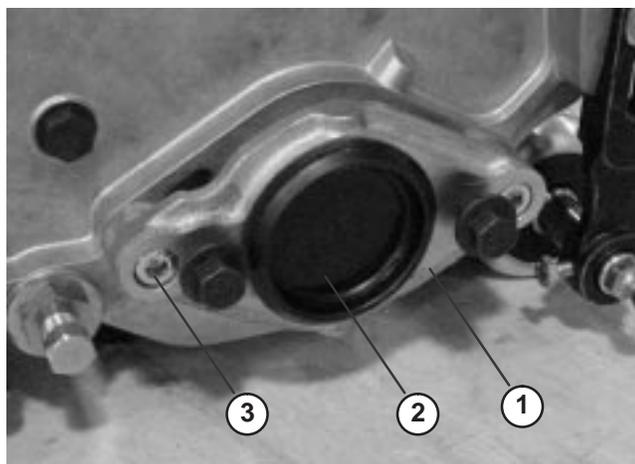

Figure 6
B. À l'extrémité droite du plateau de coupe, retirez l'obturateur en plastique du logement des roulements (Fig. 6).
C. Retirez les 2 vis Allen de fixation du support du moteur sur l'extrémité droite du plateau de coupe. Déposez le support du moteur (Fig. 6).
F. Posez le support du moteur à l'extrémité gauche du plateau de coupe au moyen des (2) vis Allen retirées précédemment (Fig. 6). Serrez les vis à 16–20 Nm.